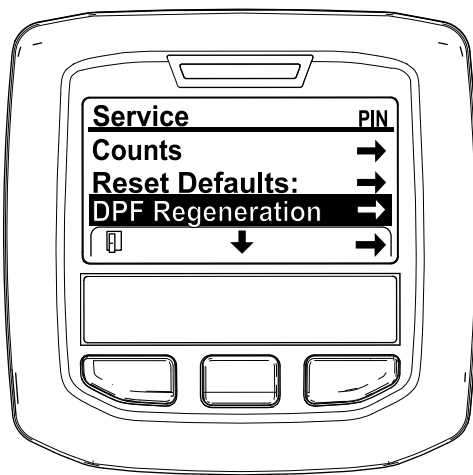

図 31
3. 整備メニューSERVICE MENUで、中央ボタンを押してDPF 再生DPF REGENERATIONへ移動し、右ボタンでDPF 再生DPF REGENERATIONを選択する 図 31。